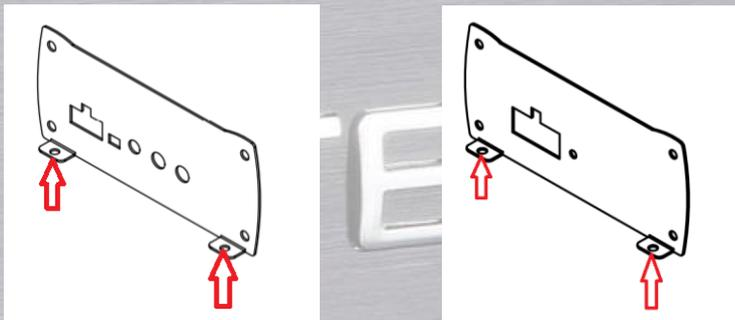

Fig.2
**dell'amplificatore.** Per prevenire danni alle persone, all'amplificatore alla vettura fissate bene l'amplificatore, in un punto sicuro. Gli amplificatori STEG GLORIA si avvalgono di un sistema di fissaggio semplice ed efficace (fig. 2). I quattro fori consentono un fissaggio solido.